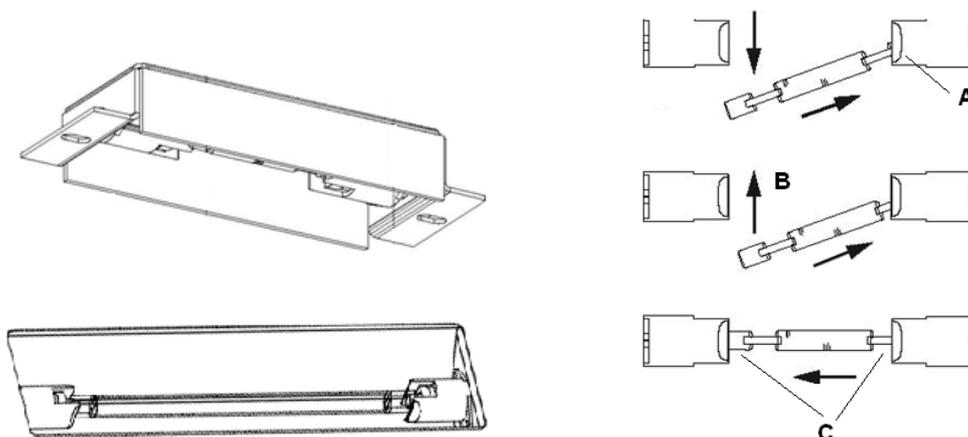

Рисунок 20
3. Выверните неисправную лампу, сдвинув ее вдоль патрона лампы (см. Рисунок 20).
4. Вставьте новую лампу (230 В – 500 Вт). Сначала вставьте в патрон один конец лампы (A). Установите лампу в правильное положение (B) и используйте силу пружины для обеспечения контакта с другим полюсом (см. Рисунок 20).
5. Убедитесь в том, что лампа правильно зафиксирована между двумя полюсами (C). В противном случае, лампа может свободно перемещаться вдоль собственной оси до тех пор, пока она не зафиксорируется на клеммах.